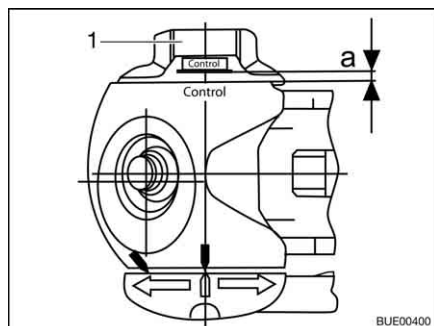

Bild 182 Verschleißkontrolle
- Handrad (Bild 182,1) zudrehen, bis die Drehmomentbegrenzung hörbar und spürbar durchrutscht. Drehrichtung: im Uhrzeigersinn.
- Abstand $a > 0$ (Bild 182): Verschleiß innerhalb des zulässigen Bereiches.